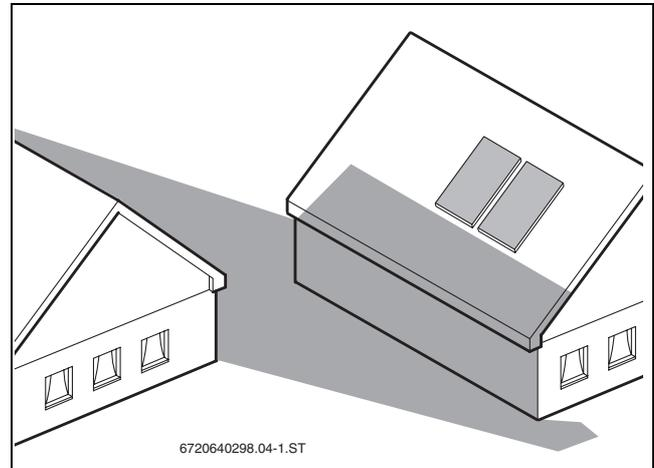

Fig. 11
- Evitar possíveis sombras (→ fig. 11).